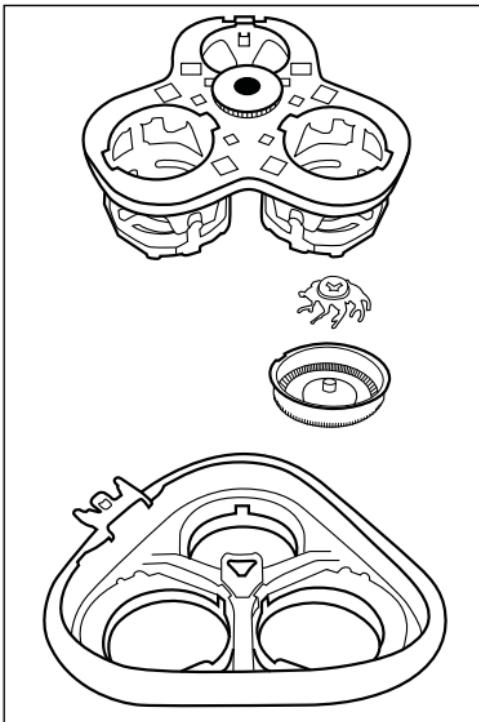

Figura 1
- 1) premere sul tasto di sbloccaggio **④**. L'unità di taglio **②** si apre.
- 2) Forzare leggermente l'unità di taglio **②** in modo che questa possa fuoriuscire verso l'alto.
- 3) Premere la corona dentata nera leggermente verso il basso e ruotarla con attenzione in senso antiorario fino a quando il supporto delle testine di taglio non si lascia sollevare (vedere Figura 1).
5) Riassemblare l'unità di taglio **②**. A tal fine servirsi della figura 1:
- disporre le 3 testine di taglio nelle rientranze dell'unità di taglio **②**. Verificare che le tacche sul bordo delle testine di taglio si trovino sui blocchi presenti nell'apertura.